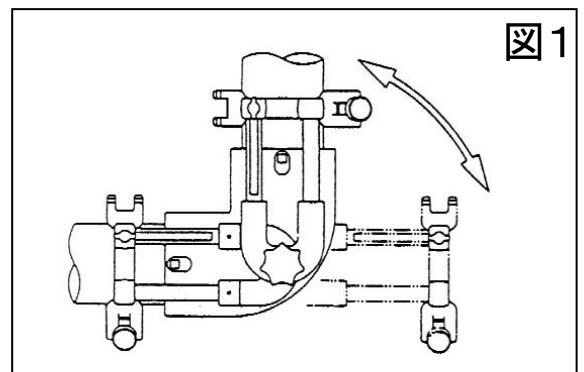

図1
### ①角度調整ノブを緩めインデックスプランジャーを引き、継手の角度に合わせて下さい。（図1）